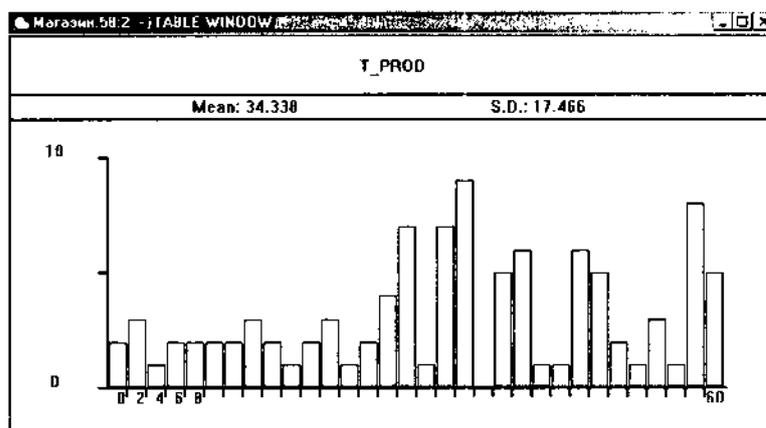

Рисунок 6. Окно гистограммы очереди к продавцу в модели «Магазин»
4. щелкните по кнопке ОК. Появится соответствующая гистограмма. Для нашей задачи она выглядит так, как показано на рис. 6.